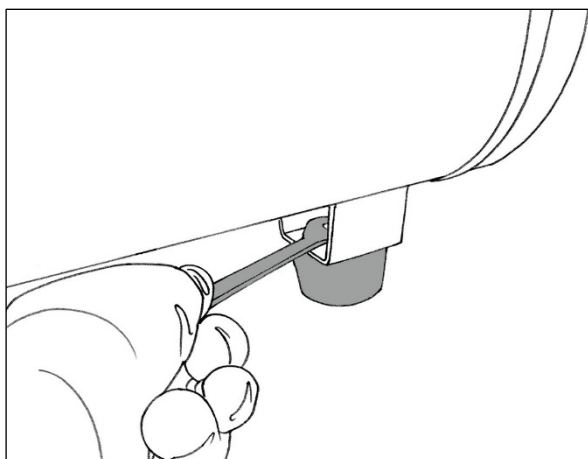
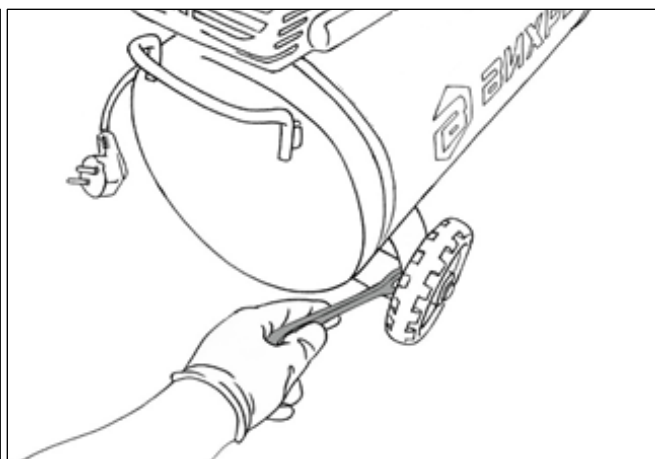
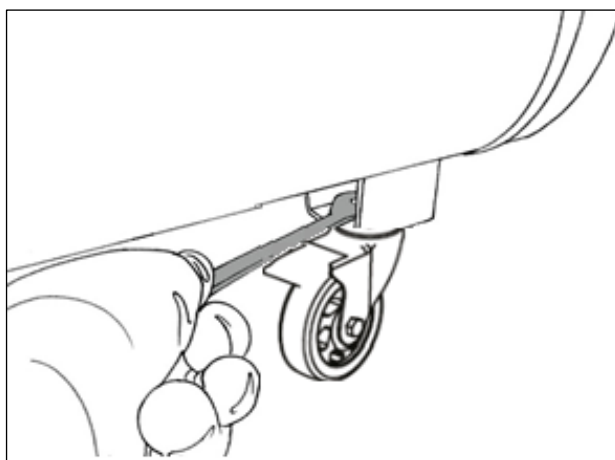

Рис. 6. Установка подножки
Рис. 7. Установка колес
Рис. 8. Установка поворотного колеса КП-900/100 (малозумный)
- Установите колеса и/или резиновую подножку при помощи болтов из комплекта, как показано на рис.6, рис.7, рис.8, если они не были установлены.